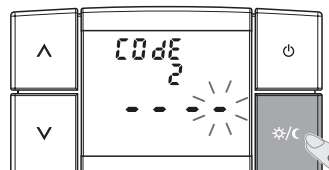

fig. 50
- Una volta confermato con il tasto ☀/C l'ultimo trattino (fig. 50), la **password è stata cancellata** e il display visualizza la funzione successiva.